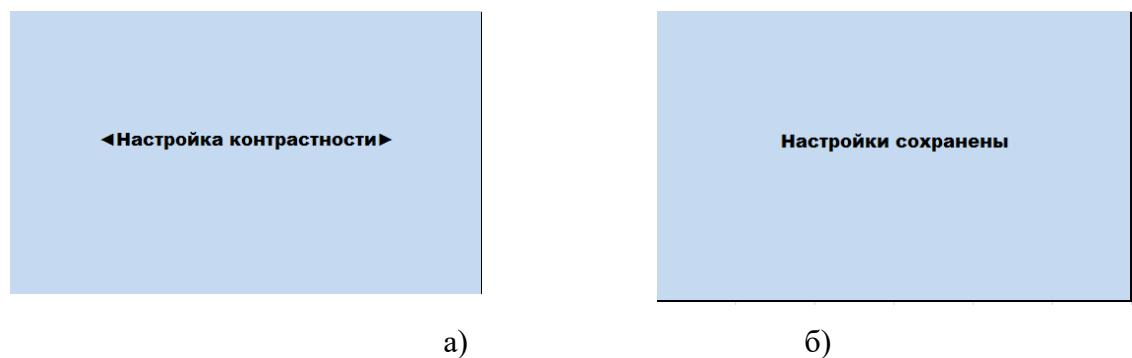

Рисунок 5.2
5.2 В случае неудовлетворительного качества изображения на индикаторе, следует нажать кнопку «ВЫХОД» 12 (рисунок 1.1) и кнопками «►», «◀» добиться удовлетворительного для восприятия изображения (рисунок 5.2а). Нажатие кнопки «СОХР.» позволит сохранить сделанные настройки (рисунок 5.2б) и через несколько секунд на индикатор выводится основное меню настроек (рисунок 5.3).